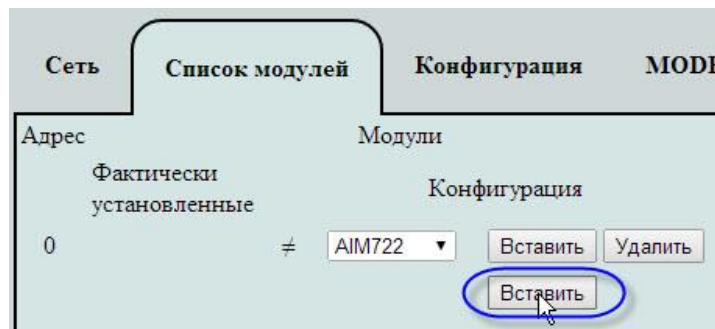

Рис. 13. Добавление модуля во вторую позицию создаваемого списка модулей
5. Нажмите кнопку **Вставить** в следующей позиции списка модулей, как показано на Рис. 13, после чего в выпадающем списке, появившемся во второй позиции списка модулей, выберите тип модуля *DIM712*.